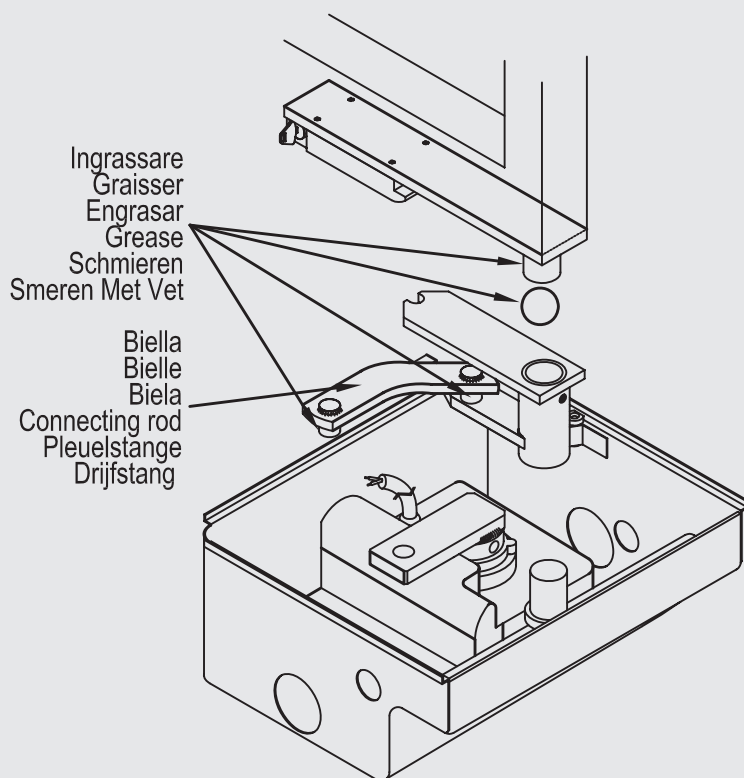

Fig. 4 / Abb. 4
5. Sistemare la **biella** come giunzione delle parti. Se necessario dare alimentazione al motoriduttore a brevi impulsi per trovare la giusta fase. (fig. 4)
5. Installer la bielle de manière à unir les parties. Si nécessaire alimenter par à-coups le moto-réducteur pour trouver la phase qui convient. (fig. 4)
5. Montar la **biela** de conexión de las partes. Si es necesario, se dará alimentación al motorreductor a breves impulsos, para encontrar la fase adecuada. (fig. 4)